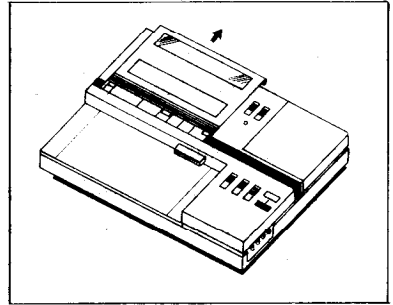

Fig. 1
- (1) Positionner l'interrupteur POWER de la table traçante sur ON, et commutateur sur ON LINE/LOCAL sur LOCAL.
- (2) Enlever le couvercle de l'imprimante en le glissant comme indiqué sur la Fig. 1.
- (3) Presser la touche PEN CHANGE (changement de plume), et le porte-plume se déplacera sur la droite. Continuer à presser la touche PEN CHANGE jusqu'à ce que la plume à changer apparaisse au sommet.
- (4) Pousser le levier de dépose de plume, et la plume se désengage alors de sa cavité. Sortir avec soin la plume du porte-plumes.